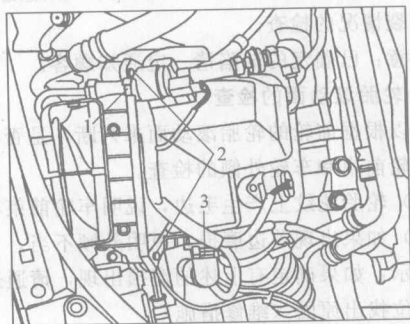

图 1-19 清洁空气滤清器壳和更换滤芯 (1.8T 发动机)
1) 打开软管卡箍 1, 如图 1-19 所示, 并拆下连接活性炭罐的软管。